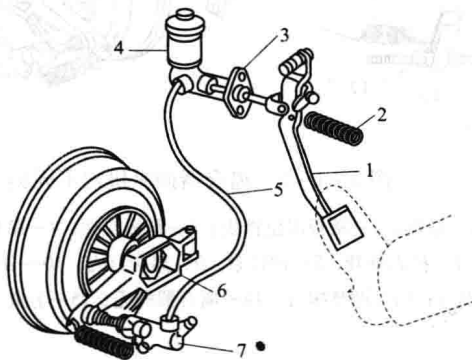

图 2-1-6 液压式离合器操纵机构
10. 查阅相关资料，将图 2-1-6 零件的名称和作用填写在表 2-1-2 中。